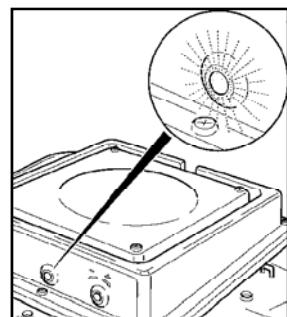
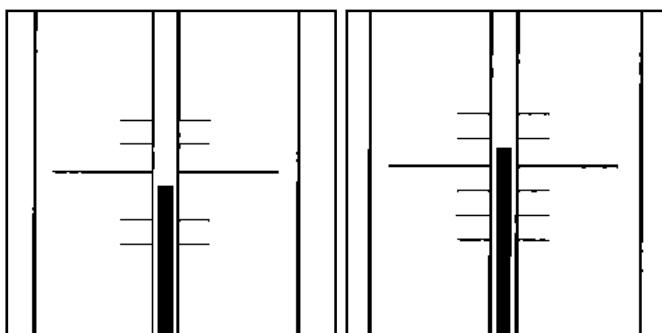

Fig. 3
Fig. 4
- 2) La couveuse fermée et vide, insérez la fiche d'alimentation dans la prise de courant. Attendez que le voyant vert (voir Fig. 3), qui d'abord reste toujours allumé, commence à clignoter, en vous signalant que la température interne commence à se stabiliser. Attendez pendant une heure à peu près, contrôlez ensuite sur le thermomètre que le liquide atteigne approximativement la ligne rouge qui correspond à 37,8°C ou 100°F (voir Fig. 4). Ne changez la température que si le liquide s'est stabilisé deux lignes au-dessous ou au-dessus de la ligne rouge. Après avoir achevé la "PRÉPARATION ET LA MISE EN MARCHE" en suivant les indications du point 1 au point 6, vous pourrez, si nécessaire, modifier la température en suivant les indications que vous trouverez au paragraphe "THERMOMÈTRE ET RÉGULATION DE LA TEMPÉRATURE".
- Si pendant le fonctionnement le voyant vert (voir Fig. 3) reste toujours allumé et la température est insuffisante essayez de la réguler tout en gardant la situation sous contrôle. Si la température dépasse d'une ou deux lignes la ligne rouge et que même au bout d'une dizaine de minutes elle ne semble pas vouloir diminuer et que le voyant vert est éteint, essayez de la réguler, après vous être assurés qu'il n'y aille aucun danger. Si ceci n'est pas possible, éteignez la couveuse et contactez votre revendeur.